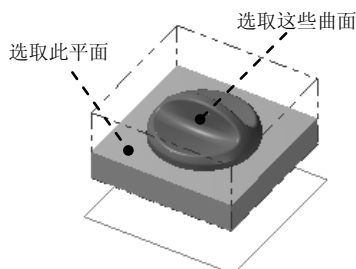

图 10.1.16 设置加工面和干涉面
Step2. 设置加工区域。在图形区中选取图 10.1.16 所示的曲面，按 Enter 键，系统弹出“刀路/曲面选择”对话框。单击 **检查面** 区域的  按钮，选取图 10.1.16 所示的平面作为干涉面，按 Enter 键返回到“刀路/曲面选择”对话框，单击  按钮，完成加工区域的设置，同时系统弹出“曲面精车-外形”对话框。